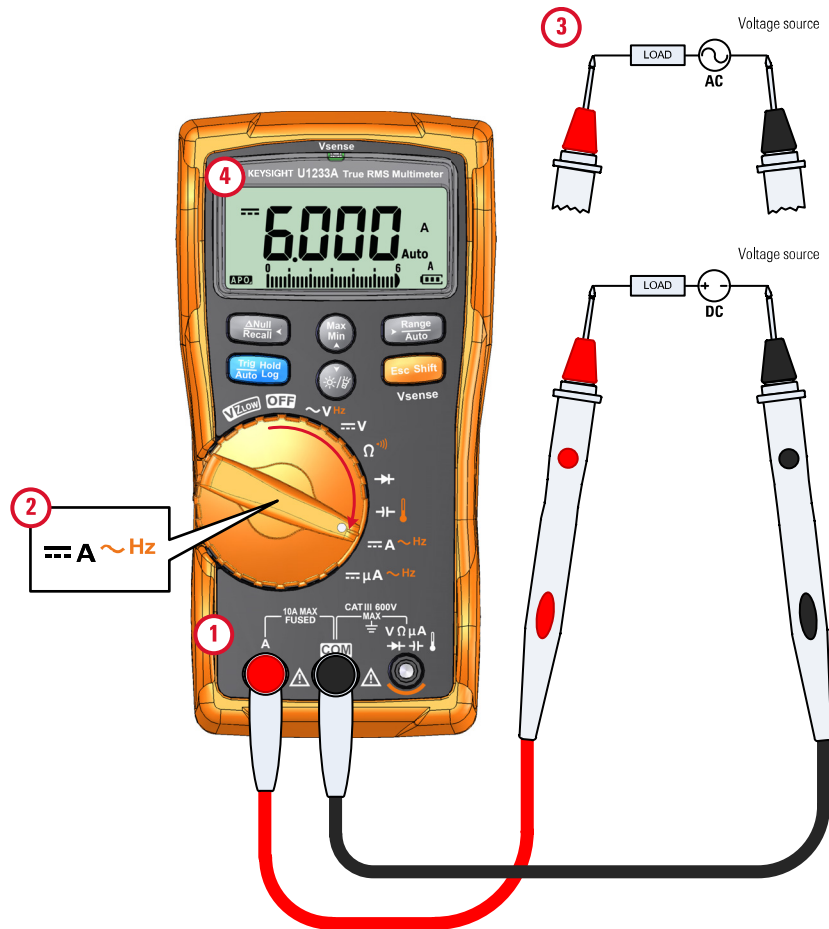
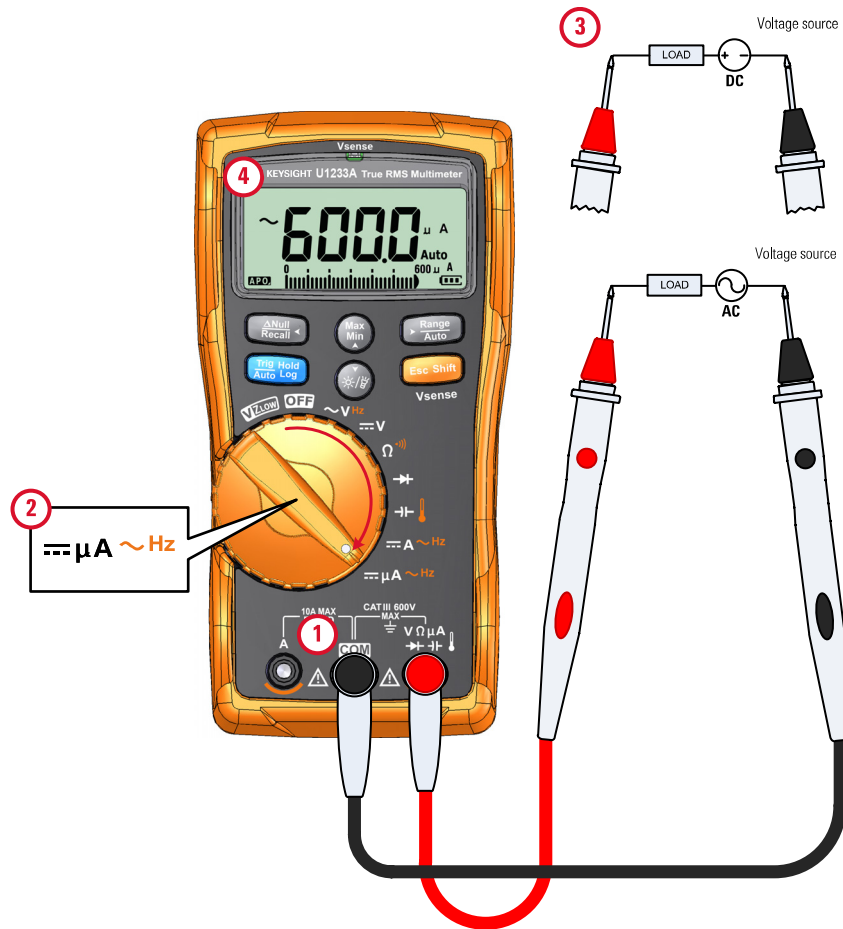

Figure 2-24 Mesure du courant continu/alternatif (jusqu'à 1'A)
Figure 2-25 Mesure du courant alternatif/continu (jusqu'au  $\mu\text{A}$ )
Configurez votre multimètre pour qu'il mesure le courant alternatif ou continu, comme illustré sur la Figure 2-24 et la Figure 2-25. Sondez les points de test et lisez l'affichage.
- 1 Configurez votre multimètre pour qu'il prenne des mesures  $\mu\text{A}$  comme illustré sur la Figure 2-25.